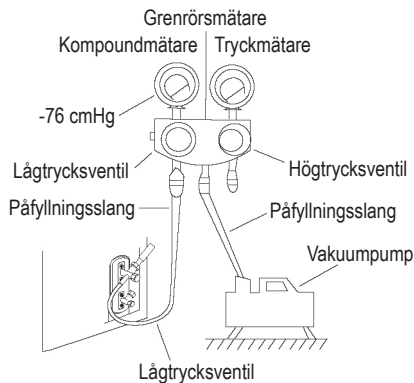

Fig. 8.1
2. Avlägsna utomhusenhetens elektronikhölje. Om det inte finns något hölje på utomhusenheten lossar du skruvarna på underhållsmodulen och tar bort skyddsmodulen. (Se fig. 8.1)